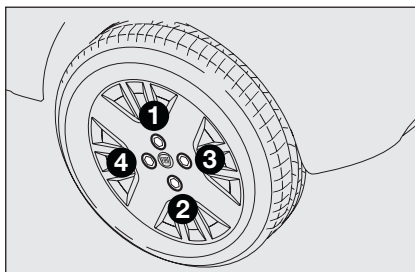

fig. 11
- ☐ apriete a fondo los tornillos, pasando alternativamente de un tornillo al otro diametralmente opuesto, siguiendo el orden numérico ilustrado en la figura **fig. 11**.